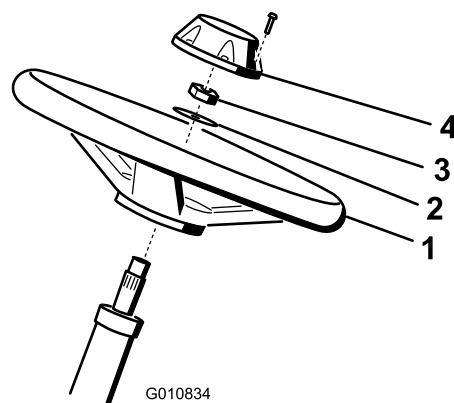

図 3
- ハンドルをステアリングシャフトにはめ込む 図 3。
- ワッシャをステアリングシャフトにはめ込む 図 3。
- ジャムナットでハンドルを固定し、2735N m 2.83.6kg.m 2026ft-lb にトルク締めする 図 3。
- キャップを取り付け、ねじで固定する 図 3。